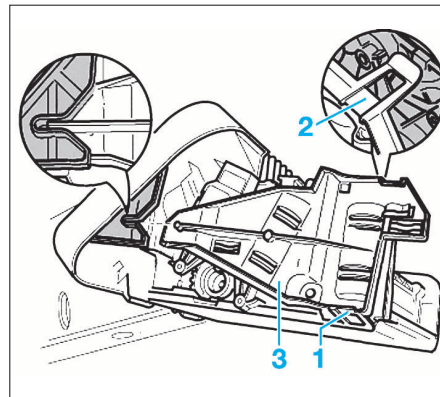

FIG. 38
- Détacher les crans (1) et (2) du support (3) et le déposer (Fig.38).